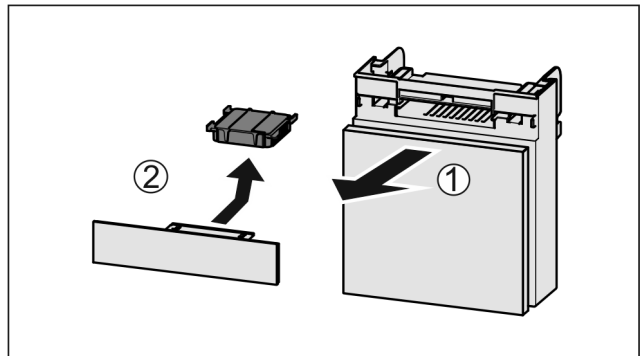

Fig. 41
- ▶ Потягніть Fig. 41 (1) відділення вперед.
- ▶ Витягнути Fig. 41 (2) фільтр з активованого вугілля.